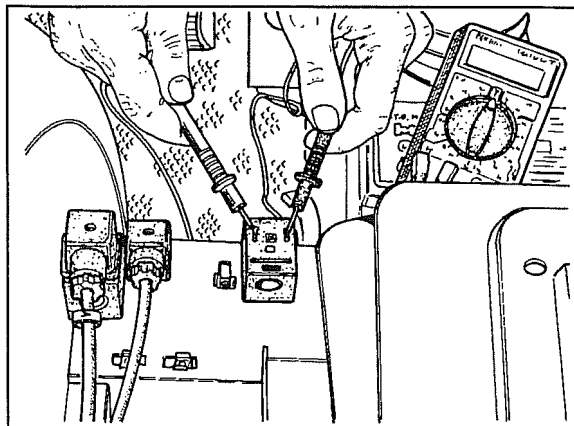

Fig. 4
- 5 Cuando tenemos 12 V en el enchufe, medir el valor de resistencia de la bobina electroválvula doble tracción, ver fig. 4.
18 Controlar con tester el valor de resistencia de la bobina, en modo análogo a la bobina electroválvula doble tracción ilustrada en la fig.4.